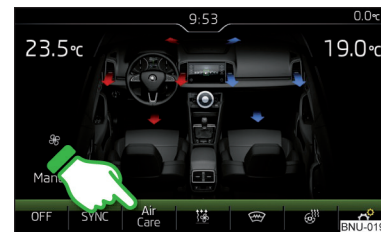

Abb. 151
- Zum **Ein-/Ausschalten** die Taste **MENU** auf dem Climatronic-Bedienteil drücken, dann die Funktionsfläche **AIR CARE** → **Aktiv** im Infotainmentbildschirm antippen » **Abb. 151**.